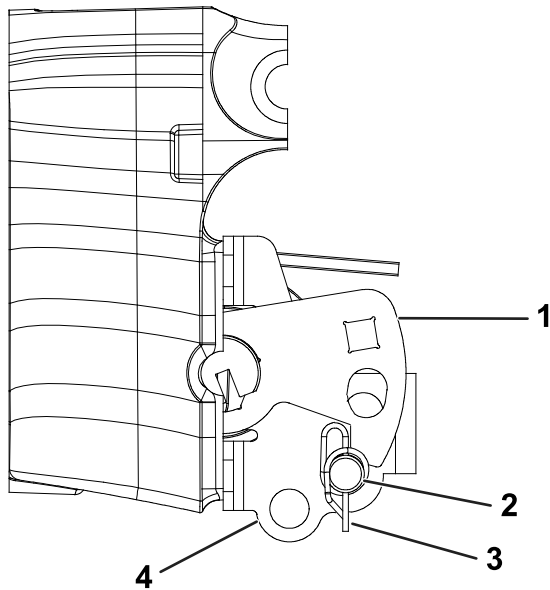

Bild 1
1. Führen Sie die folgenden Schritte aus, um die Spannung vom Federungsgegengewicht abzulassen. Siehe Bild 1.
13. Verwenden Sie den zuvor entfernten Splint, um den Lastösenbolzen in die mittleren Bohrungen der Halterung für das Gegengewicht und unterhalb des Spannarms zu arretieren; siehe Bild 1, für die korrekte Lage des Lastösenbolzens.
Hinweis: Für Maschinen mit hydraulischem Spindeltrieb wird das Gegengewicht wie bei Maschinen mit elektrischer Spindeltriebskonfiguration angebaut, wie in Bild 1 abgebildet. Diese Stellung wirkt dem hinzugefügten Ballast durch das TMD entgegen.